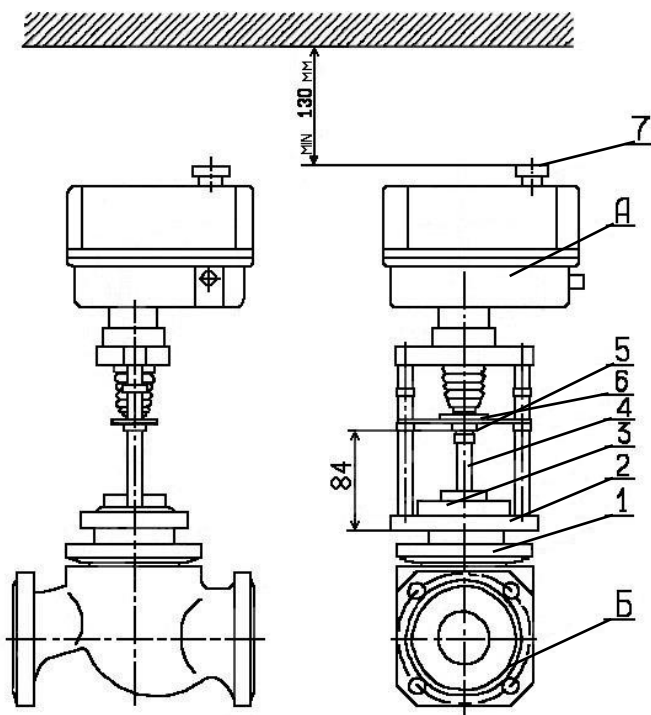

Рисунок 2
Для этого необходимо ручку (7) (см. рисунок 2) нажать, зафиксировать на соответствующем валу и вращать в требуемую сторону.
7.3 Последовательность присоединения к арматуре (см. рисунок 2).
7.3.5 Гайку (M10x1) муфты (6) навинтить на шток арматуры (4) таким образом, чтобы получился присоединительный размер $H = 84$ мм, или 95 мм (см. рис. 2).